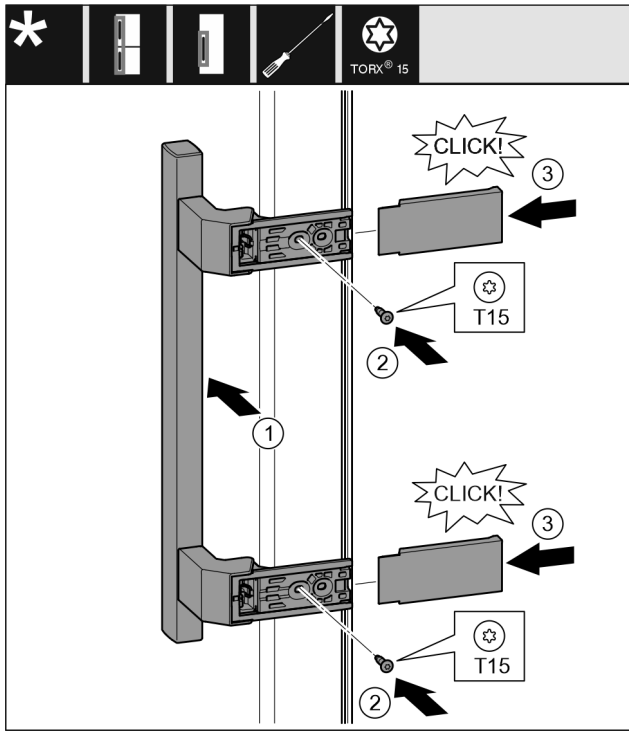

Fig. 19
- ▶ Aseta kahva vastapäiselle puolelle. Fig. 19 (1)
- ▶ Kierrä ruuvit kiinni T15-ruuvimeisselillä. Fig. 19 (2)
- ▶ Aseta suojukset sivulle ja työnnä paikalleen. Fig. 19 (3)